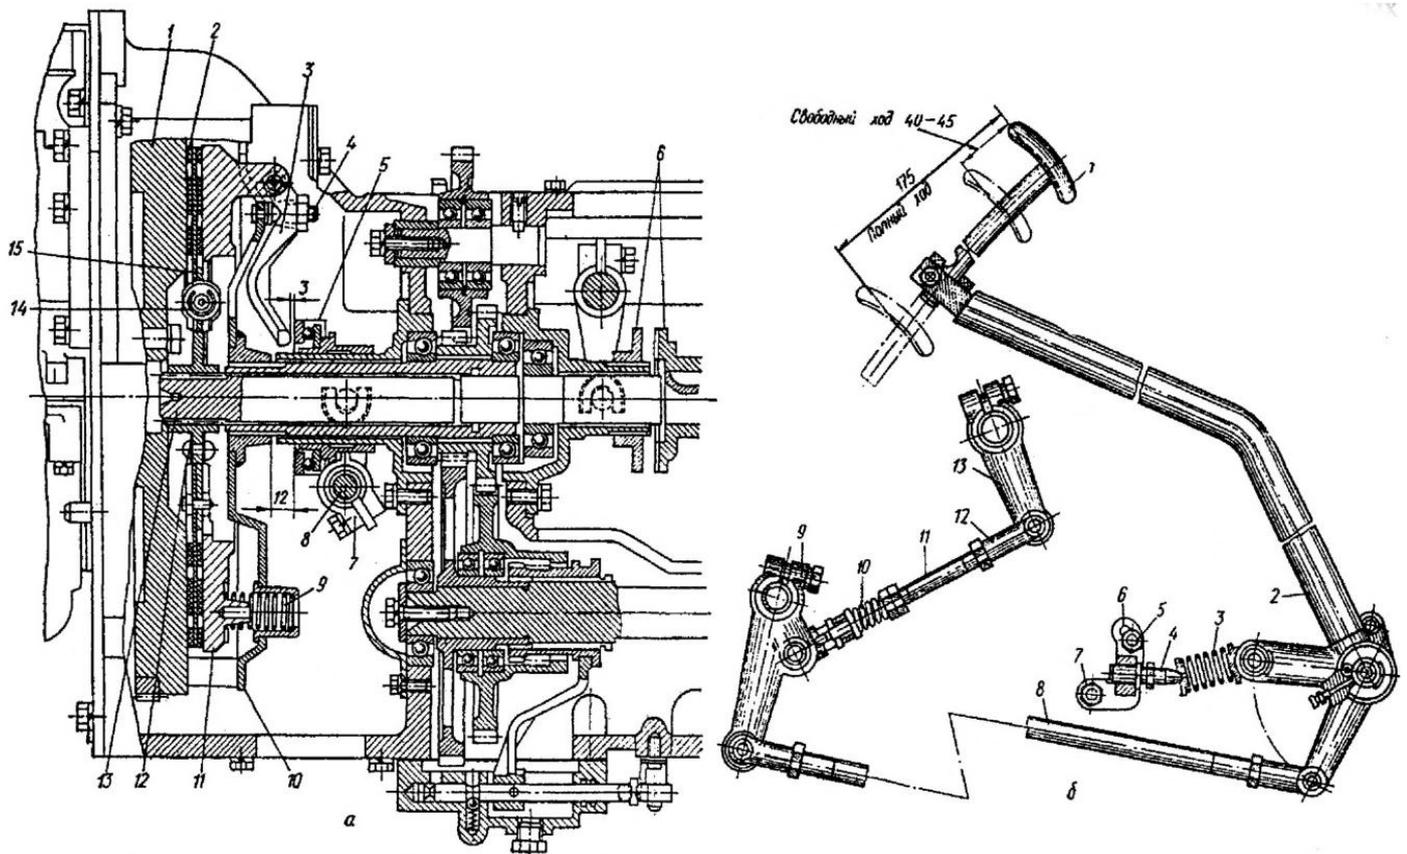

Рис. 9. Сцепление тракторов МТЗ-80 и М 3-82;
- а) отсоедините тягу 11 (Рис. 9 б) тормозка от рычага 13, вынув палец;
После установки муфты сцепления на маховик произведите регулировку положения отжимных рычагов 3 (Рис. 9а) при помощи регулировочных винтов 4. Расстояние от поверхности контакта рычагов с выжимным подшипником до торца ступицы опорного диска должно быть равно $12 \pm 0,5$ мм. Разность этого размера для рычагов одной муфты не должна превышать 0,3 мм. Перед контролем положения отжимных рычагов регулировочные винты 4 должны быть надежно застопорены контргайками.